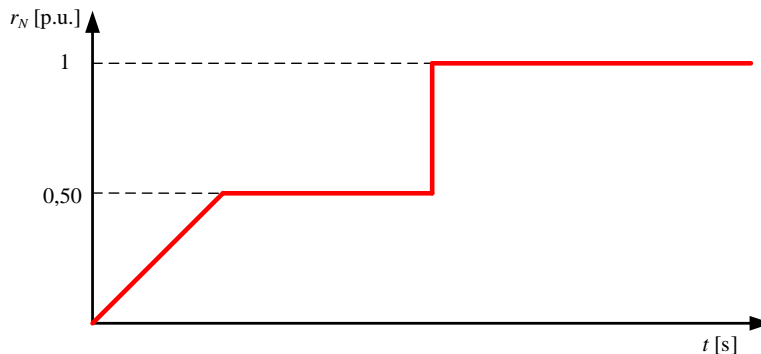

Figura 8: Perfil de variación de la referencia.
8. Para el arranque del sistema de control en cada uno de los casos, se propone realizar un perfil de variación de la referencia como el mostrado en la Figura 8.